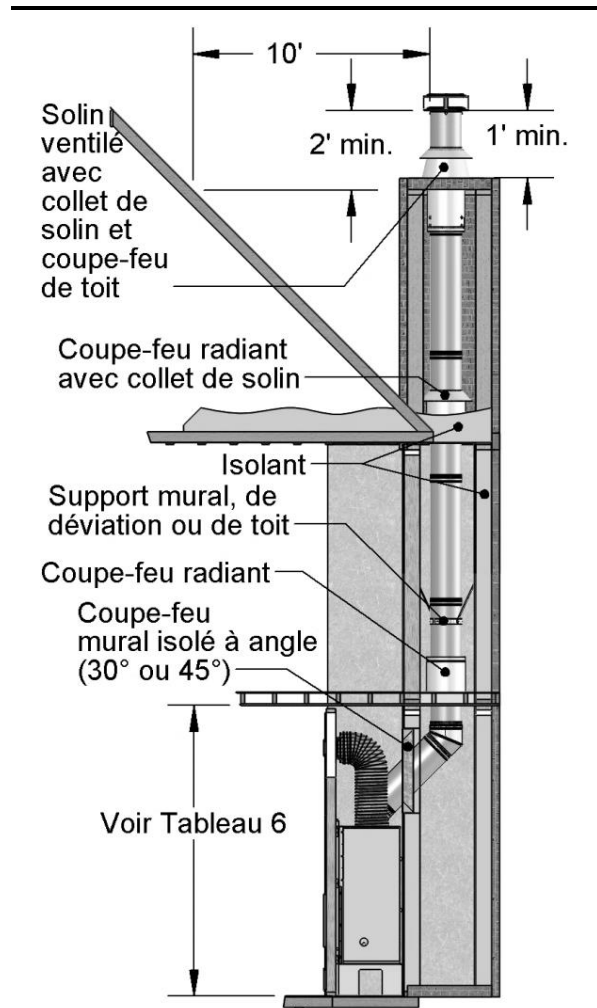

FIGURE 23 ENCLOS EXTÉRIEUR ET À TRAVERS LE MUR
Si la cheminée est installée à l'extérieur de la maison, nous recommandons de l'encloisonner. L'enclos doit être construit de façon à constituer une extension de la maison (voir la Figure 23). L'enclos doit être bien isolé entre la fondation et le plancher de la maison pour prévenir la perte de chaleur.
2. Il faut installer un coupe-feu radiant à chaque plancher que traverse la cheminée. Dans les combles, installez un coupe-feu radiant et un collet de solin, tel qu'illustré dans la Figure 5 et la Figure 23.